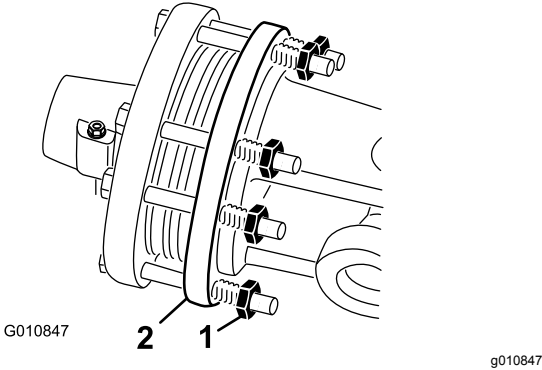

Figura 50
1. No final da época, solte cada uma das porcas da embraiagem 2 voltas (Figura 50).